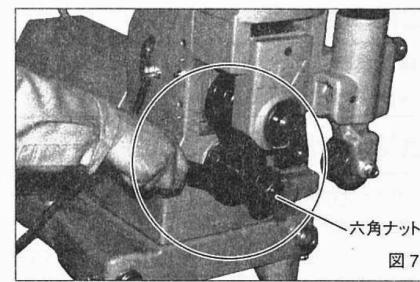

図7
2.主軸の六角ナットを緩めワッシャを外すと、下ローラは手前に抜けます。(図7)